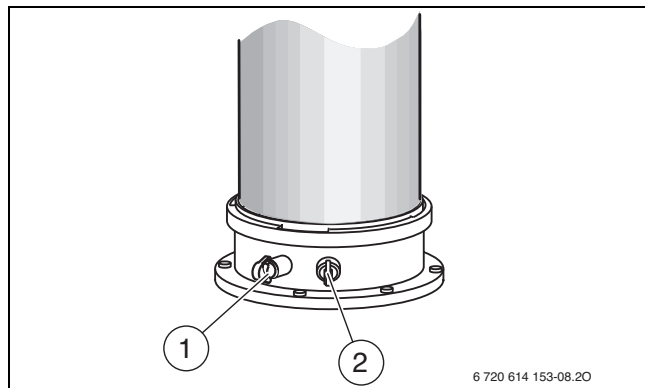

Fig. 41 Buse de mesure des fumées et de l'air de combustion
- ▶ Retirer le bouchon de la buse de mesure des fumées [1] (→ fig. 41).